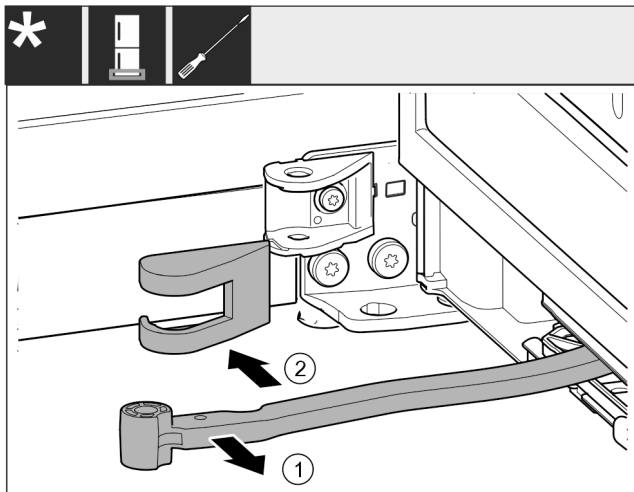

Fig. 20
- ▶ Gelenk Fig. 20 (1) in Richtung Tür drehen.
- ▶ Lagerbockabdeckung Fig. 20 (2) entfernen.